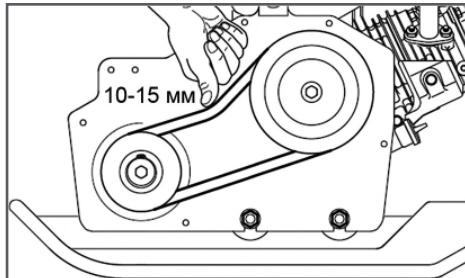
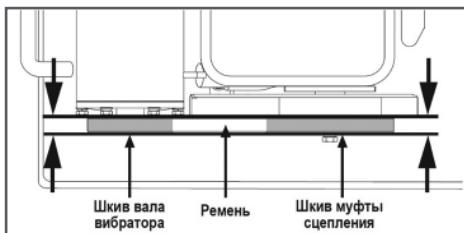

Рис. 32 Проверка натяжения ремня
Рис. 33 Проверка плоскости шкивов и ремня
3. Проверьте натяжение ремня. Правильно натянутый ремень при сильном нажатии пальцем должен прогибаться примерно на 10-15 мм (Рис. 32).
- Сдвигая двигатель в сторону от вибратора, проверяйте натяжение ремня (Рис. 32). При этом контролируйте, чтобы ремень и шкивы вала вибратора и муфты сцепления были в одной плоскости (Рис. 33).